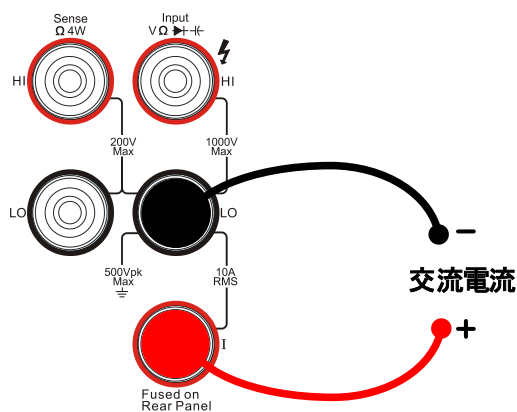

図 2-14 結線図
- 図 2-14 のように付属の赤色テストリード線を「Input I」端子に、黒色テストリード線を「Input LO」端子に接続します。